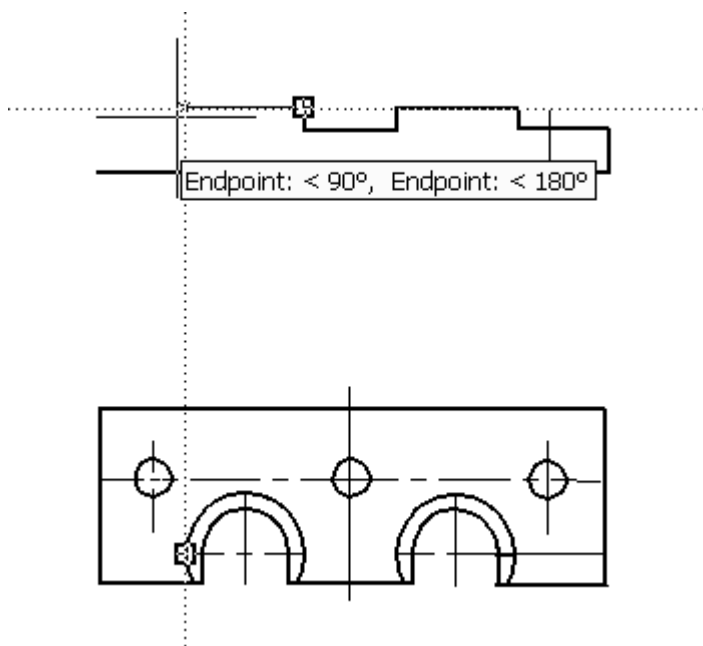

Рис. 14.13. Определение новой точки при помощи объектного отслеживания
2. Вызовите команду построения отрезка **LINE** (ОТРЕЗОК) и на запрос команды о вводе новой точки переместите курсор на точку привязки, а затем задержите его до появления в ней маленького крестика. Не щелкайте кнопками мыши. Если используется одна точка привязки, укажите новую точку на линии отслеживания щелчком левой кнопки мыши или вводом расстояния в командной строке с последующим нажатием клавиши <Enter>. Если используются две точки привязки, захватите еще одну опорную точку и укажите новую точку щелчком на пересечении линий отслеживания (рис. 14.13).